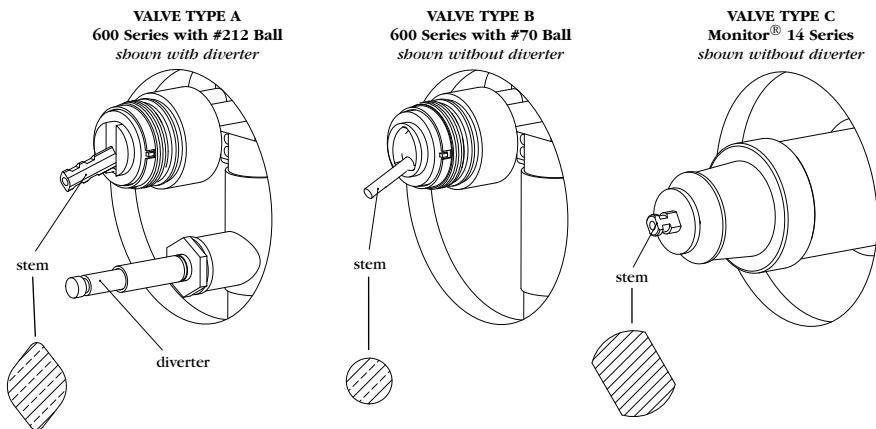

FIGURE 2
2. Remove the index button (A) from the old handle (C). Remove handle screw (B) and handle (C).
3. Note which valve type is being used. (Fig. 2). Note whether the valve uses a diverter (H).
4. Remove dome nut assembly (D). Remove faceplate screws (E). Remove faceplate (F). Slide off body sleeve (G).
Correct Valve Identification Figure 2
1. After the old trim has been removed, refer to Fig. 2 to determine correct valve.
2. Retire el botón de índice (A) de las manijas antiguas (C). Retire los tornillos de las manijas (B). Retire las manijas (C).
3. Tenga en cuenta qué tipo de válvula utilizará (Fig. 2) Tenga en cuenta si utiliza una válvula con un desviador (H).
4. Quite el montaje desde la cúpula de la tuerca (D). Retire los tornillos de la placa frontal (E) y retire la placa frontal (F).
1. Después de remover las manijas viejas, vea fig. 2 para determinar cuál es la válvula correcta.